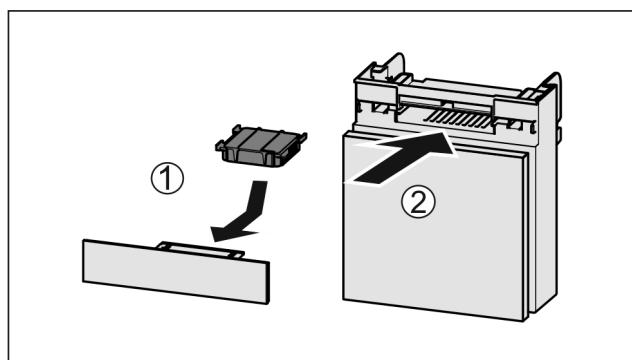

Fig. 44
- Установите фильтр с активированным углем, как показано на рисунке Fig. 44 (1).
- Вставьте отделение Fig. 44 (2).